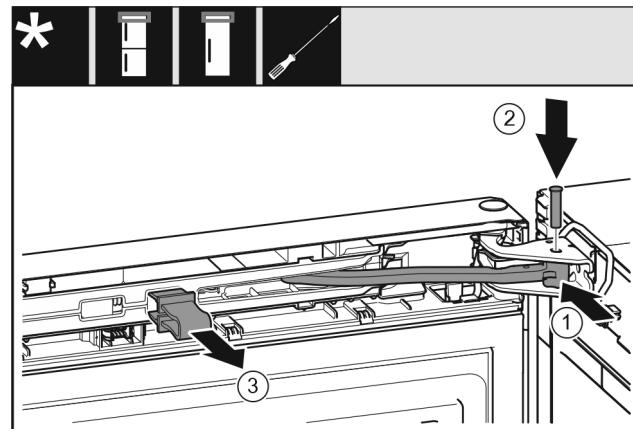

Fig. 23
- Gelenk Fig. 23 (1) in Lagerbock drehen.
- Bolzen Fig. 23 (2) in Lagerbock und Gelenk einsetzen. Dabei darauf achten, dass der Rastnocken korrekt in der Nut sitzt.
- Sicherung Fig. 23 (3) abnehmen.